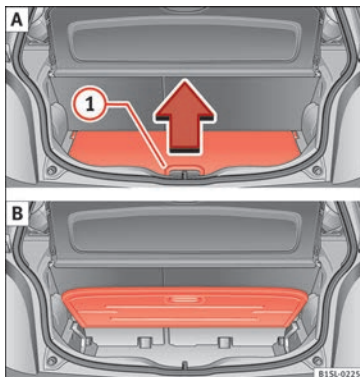

Abb. 138 A: variablen Gepäckraumboden öffnen. B: hochgeklappter variabler Gepäckraumboden.
- Um den Boden *anzuheben* heben Sie den Griff » **Abb. 138** ① in Pfeilrichtung an und ziehen Sie den Boden ganz nach oben » **Abb. 138 B**.